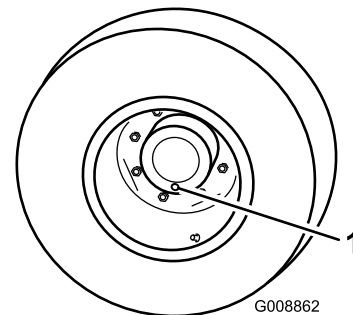

Bild 59
1. Stellen Sie die Maschine auf einer ebenen Fläche ab und positionieren Sie das Rad so, dass sich eine der Prüfschrauben in der untersten Stellung (6 Uhr) befindet (Bild 59).